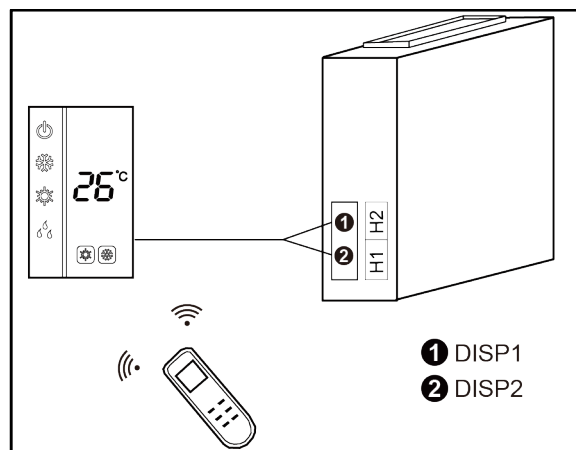

Fig. 5.4.2
- 2) La Fig.5.4.2 montre l'installation de la télécommande.